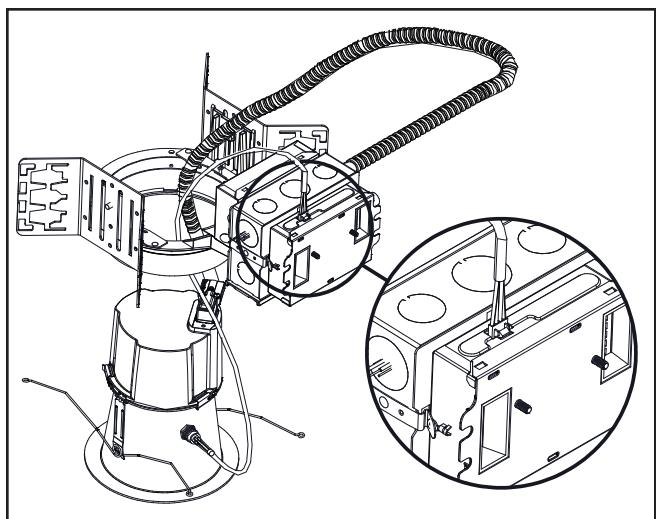

Figure 6.
4. Reconnectez l'interrupteur d'essai au bloc-piles et branchez le module comme illustré à la Figure 6.